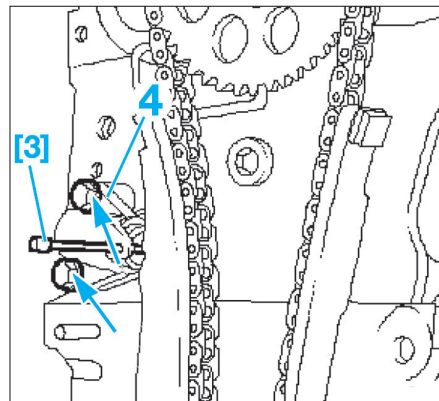

Fig. 9
- [3]. Pige d'immobilisation du tendeur de chaîne de distribution (ref. KM-955) (Fig.9).
- Tendre le tendeur de chaîne de distribution (4) et le bloquer à l'aide de l'outil [3] (Fig.9).